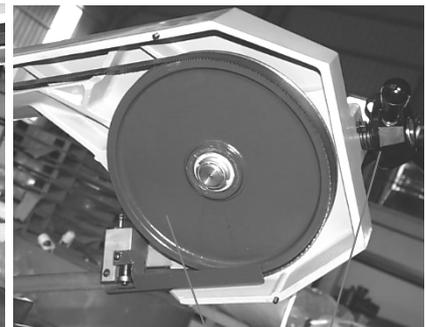

Fig. 9 C F
2. La lame de scie (A) doit également passer entre et toucher légèrement les deux roulements à rouleaux de guidage de lame (E) et (F) (Fig. 9). Le roulement avant (E) (Fig. 9) est monté sur un excentrique, et peut facilement être ajusté à l'épaisseur de la lame en desserrant la vis de réglage (G) et en tournant l'arbre (E).
3. Les guides de lame au carbure (H) (Fig. 9) doivent également être réglés de manière à toucher légèrement la lame en desserrant la vis (K).
4. Les roulements à rouleaux du guide de lame, les guides en carbure et le roulement de soutien sur le support (Fig. 9) doivent être réglés de la même manière.
2. Déplacez le bras de guidage de lame vers la droite (Fig. 9).
3. Débranchez la machine de la source d'alimentation. Desserrez la vis du couvercle, retirez le couvercle (A), ouvrez le couvercle (B), retirez le couvercle (C), puis nettoyez les copeaux et la saleté à l'intérieur de la machine.
4. Relâchez la tension de la lame (F) (Fig. 9) en tournant le volant de tension de la lame dans le sens inverse des aiguilles d'une montre.
5. Retirez la lame des deux roues et de chaque guide de lame. Mais retirez la lame de scie du côté (B).